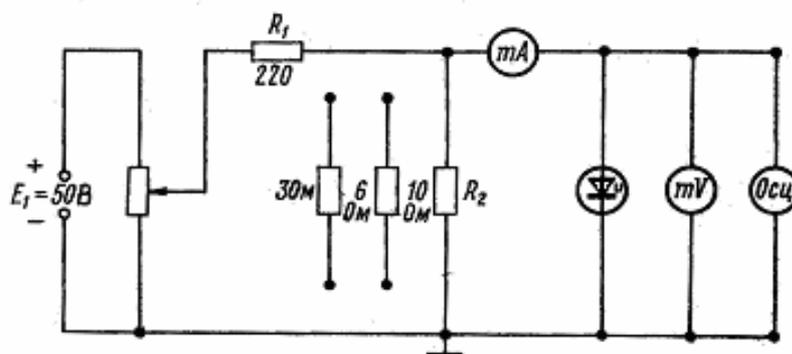

Рис. 3.4
2. Зарисовать электрическую схему (рис. 3.4).
1. Собрать схему (рис. 3.4) для снятия вольтамперной характеристики туннельного диода ГИ305Б.